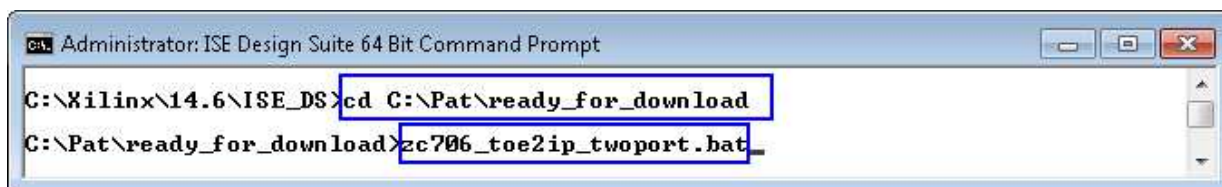
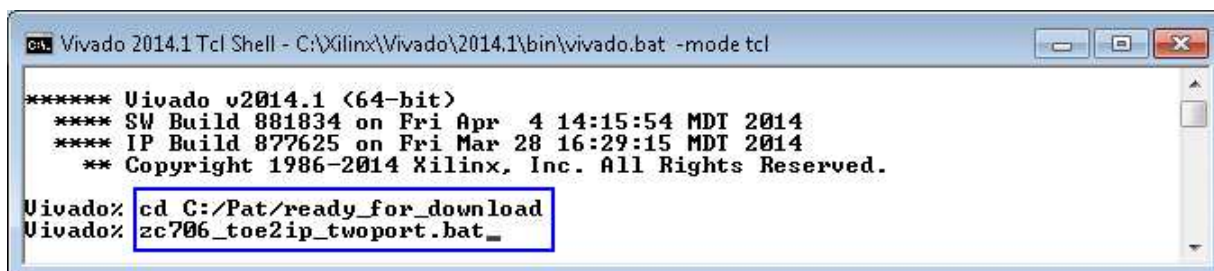

図 6: ZC706 での ISE ツールによるダウンロード・スクリプト
図 7: ZC706 での Vivado ツールによるダウンロード・スクリプト
- ZC706 の場合、ISE コマンド・ラインまたは Vivado TCL シェルを開き、カレント・ディレクトリを ready_for_download に変更します、そして図 6～図 7 のように“zc706_TOE1Gip_twoport” バッチファイルを実行します。ZC706 の場合イーサネット状態 LED はないので、代わりにシリアル・コンソールのメッセージで接続を確認します。